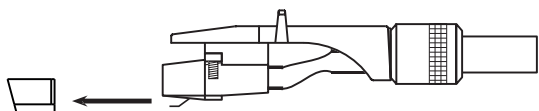

Fig. 6
Поставляемая система звукоснимателя оснащена иглозащитной пластиной, которую необходимо снимать для эксплуатации и некоторых действий по настройке. Осторожно потяните вперед иглозащитную пластину (рис. 6). Если проигрыватель не будет использоваться, установите иглозащитную пластину на место.
- Установите ручку настройки противоскатывающей силы (17) на 0.
- Снимите иглозащитную пластинку системы звукоснимателя (рис. 6).
- Снимите блокировку рычага звукоснимателя (12), повернув блокировочный рычаг вправо.
- Отрегулируйте противовес рычага звукоснимателя (7), повернув его так, чтобы рычаг звукоснимателя плавал, т.е. не опускался вниз и не поднимался вверх.